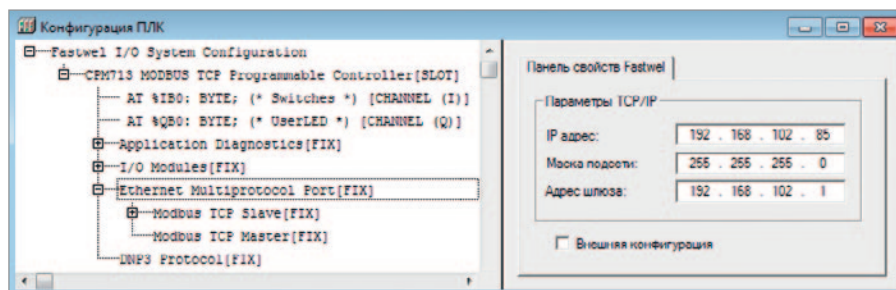

Рис. 5. Окно сетевых параметров
- ниями IP-адреса, маски подсети и адреса шлюза (рис. 5).